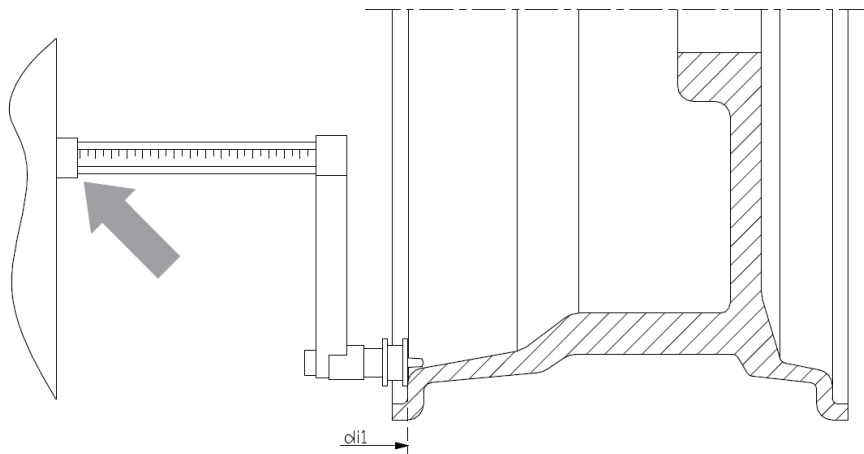

Figure F3.4 – Manuelle Erfassung des Radabstandes für ALS1
2. Für ALS1 platzieren Sie den Messarm am Rad wie in Bild F3.4 und fahren Sie mit Schritt 4 fort.